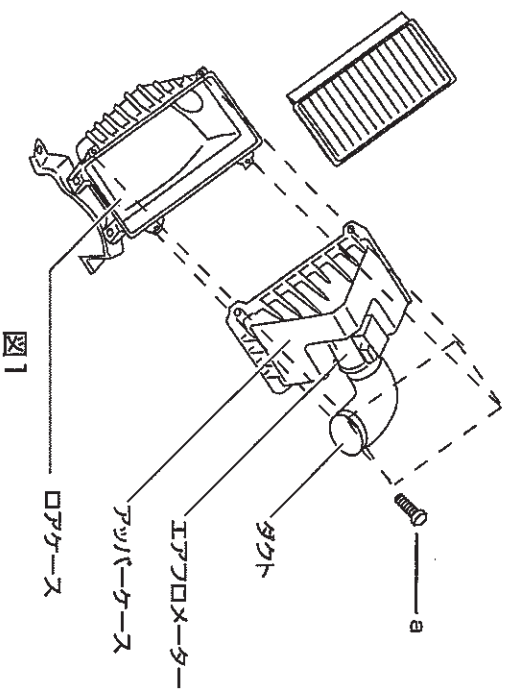

図1
- 3, エアクリリーナーアッパーカーズとロアケースを結合しているボルト4本(図1-a)を外します。